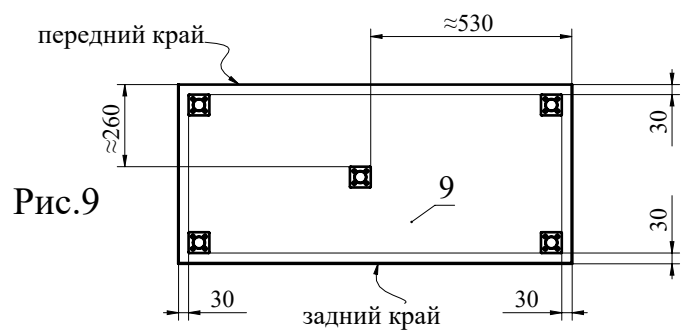

Рис.9
7. Прикрутите при помощи шурупов 3,5х16 опоры к детали 9 (Рис. 9).